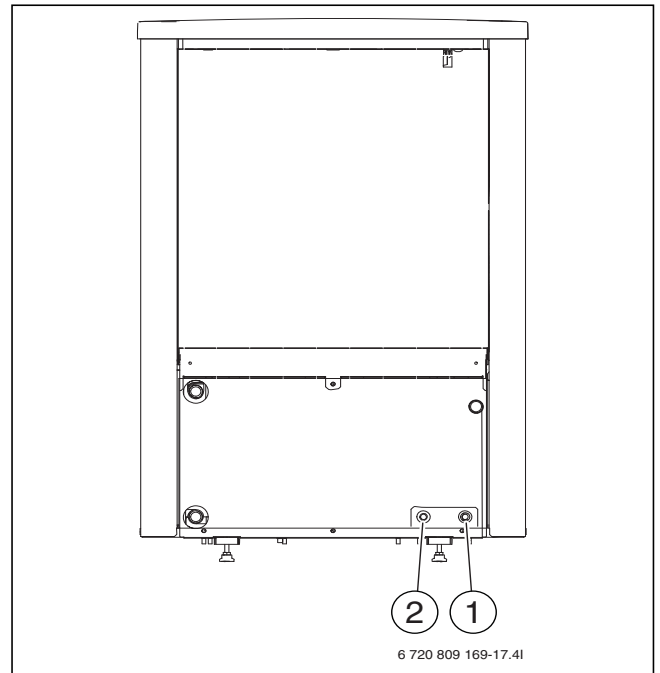

Рис. 18 Кабельные каналы на задней стороне теплового насоса
- ▶ Проложите провода в кабельных каналах (→ [1] и [2], рис. 18 и 19). При необходимости используйте пружины.